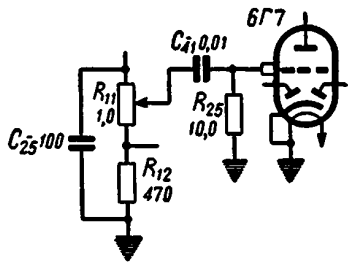

рис. 3
5. Изменена схема регулировки громкости (рис. 3).